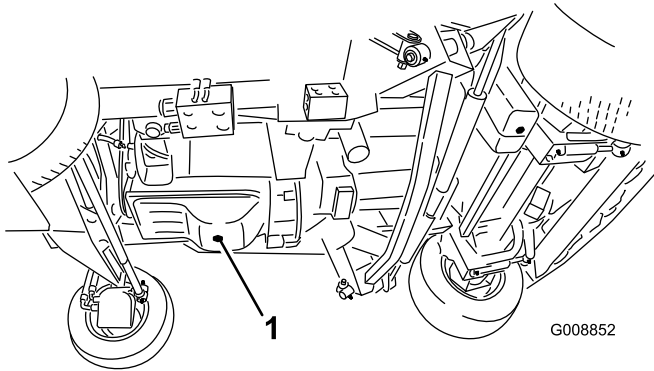

Bild 63
1. Entfernen Sie die Ablassschraube (Bild 63) und lassen Sie das Öl in die Auffangwanne ab. Schrauben Sie die Ablassschraube wieder ein, nachdem das Öl abgelassen ist.